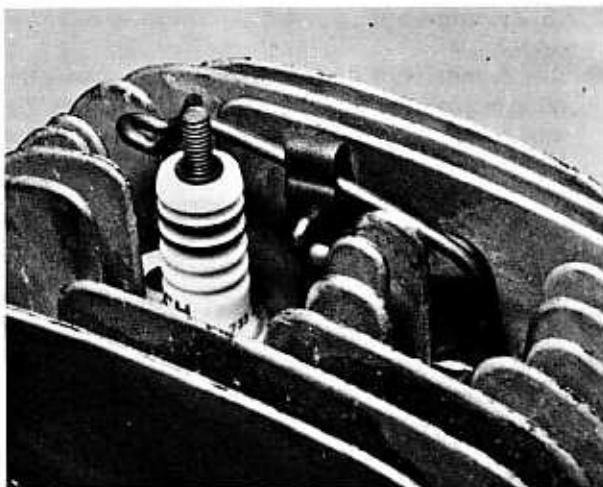

Bild 29
- Den Splint entfernen, mit dem die Klammer am Ventilschaft befestigt ist (Bild 29), die Haarnadelfeder mit der Klammer abheben und die Ventilfeder mit dem oberen und unteren Federteller ausbauen (Bild 30). Dann kann das Ventil nach innen gestossen und von der Brennraumseite her ausgebaut werden (Bild 31).